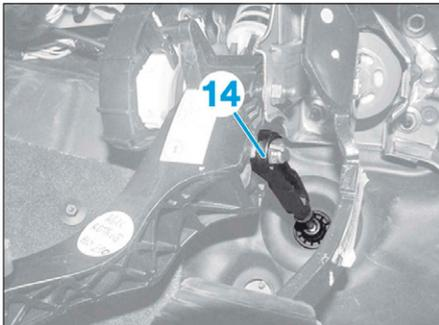

FIG. 23
• Désaccoupler la tige de poussée (14) de la pédale d'embrayage (Fig.23).